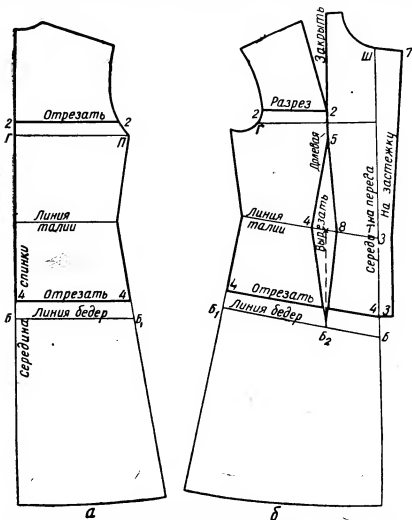

Рис. 328. Нанесение линий фасона жакета с подрезами из проймы:
**Спинка.** От точки Г и П вверх по спинке и пройме откладывают по 2 см (рис. 328, а). Точки 2 соединяют по линейке и получают линию разреза кокетки.
Полочка. Нагрудную вытачку удлиняют на 2 см от линии груди. От точки Г вверх (рис. 328, б) по пройме откладывают 2 см, точки 2 соединяют по линейке.